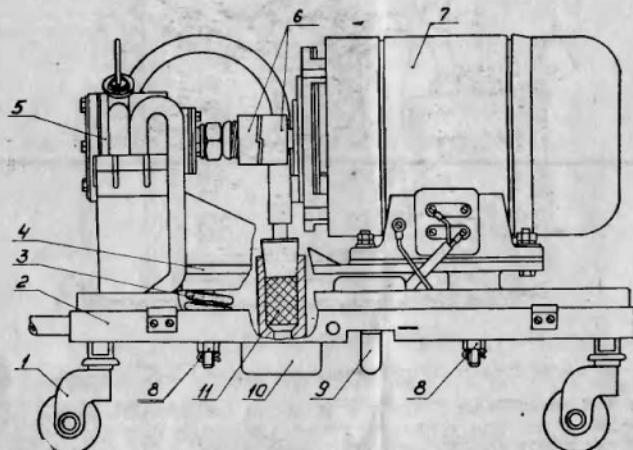

Рис. 2. Подвижный блок.
4.1.2. Подвижный блок состоит из основания 2 (рис. 2), на котором установлены вакуум-насос 5 с электродвигателем 7, валы которых соединены при помощи двух полумуфт 6, обеспечивающих вращение ротора вакуум-насоса только в одном направлении.
Ротор расположен в статоре эксцентрично, образуя пространство, разделенное лопатками на ячейки. При вращении ротора воздух через трубку бачка 13, тройник 12 засасывается в статор и по трубке 5 выбрасывается в бачок 1 и далее через штуцер 8 поступает к фильтру 11 (см. рис. 2) и выходит в атмосферу. Колпачок 10 служит для сбора масляных частиц.
После распаковки и расконсервации аппарата необходимо отвернуть гайки 8 (см. рис. 2) двух шпилек до упора со шплинтом. Работать с завернутыми гайками не разрешается.
- а) включить аппарат путем перевода рычага 9 (см. рис. 2) в положение «—» (включено);
- г) выключить аппарат, для чего отвернуть регулировочный колпачок 9 и перевести рычаг 9 (см. рис. 2) в положение «0» (выключено);
- 8.1. Включить аппарат, для чего рычаг 9 (см. рис. 2) перевести в положение «—» (включено).
- е) снять колпачок 10 (см. рис. 2) и удалить из него масло.
б) проверить состояние полумуфты 6 (см. рис. 2), легкость вращения валов электродвигателя и вакуум-насоса;